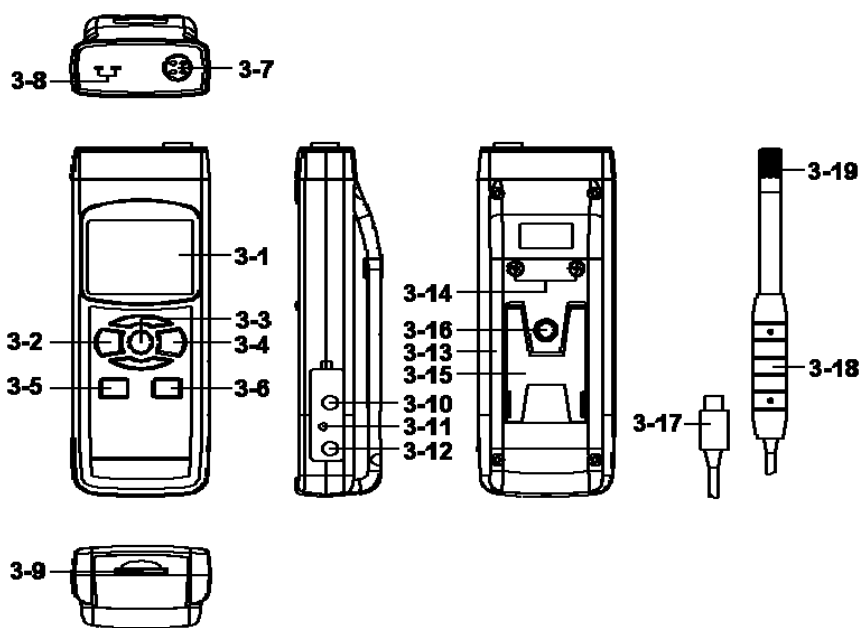

Fig.1
- 1) Encienda el medidor presionando momentáneamente el “Botón Encender” (3-2, Fig. 1).
- * Si presiona continuamente el “Botón Encender” (3-2, Fig. 1) durante 2 segundos el medidor se apagará.
Presionando continuamente el botón “Función” (3-3, Fig.1) (sin soltar el botón), la pantalla mostrará la siguiente secuencia de texto:
Hasta que en la pantalla aparezca el modo deseado (Función) no suelte el botón “Función” (3-3, Fig.1), el medidor ejecutará esta función.
- b. Conecte el "Enchufe de la sonda" (3-17, Fig. 1) en la " Toma del enchufe de la sonda" (3-7, Fig. 1).
Encienda el medidor presionando el "Botón Encender" (3-2, Fig. 1). En la pantalla LCD aparecerá la unidad " %H.r" y "°C o °F" a la misma vez que el valor de la medición (en la pantalla superior aparecerá el valor de la Humedad y en la pantalla superior el valor de la temperatura).
- b. No instale la “Sonda” (3-17, Fig.1) en el enchufe de la sonda (3-7, Fig.1)
- c. Enchufe la sonda de temperatura de termopar (sonda de temperatura opcional Tipo K o J) en el enchufe de “la toma de entrada de la sonda Tipo K/J” (3-8, Fig.1). En la pantalla aparecerá el valor de la medición tomada por la sonda de temperatura.
Durante la medición, presione el "Botón Hold" (3-3, Fig. 1) para mantener el valor de la medición y en la pantalla LCD aparecerá el símbolo " HOLD ".
- 1) La función de grabación de datos guarda las lecturas de los valores máximos y mínimos. Presione el botón "REC" (3-4, Fig.1) una vez para iniciar la función. El símbolo " REC " aparecerá en la pantalla.
- a. Presione el botón "REC" (3-4, Fig.1) el símbolo "REC MAX" junto con el valor máximo aparecerá en la pantalla. Si intenta borrar el valor máximo, presione el " Botón Hold " (3-3, Fig. 1) una vez, y en la pantalla solamente aparecerá el símbolo " REC. " mientras que la función de memoria se ejecutará continuamente.
- b. Presione el "Botón REC " (3-4, Fig. 1) de nuevo, el símbolo " REC. MIN. " junto con el valor mínimo aparecerán en la pantalla. Si intenta borrar el valor mínimo, presione el " Botón Hold " (3-3, Fig. 1) y en la pantalla solamente aparecerá el símbolo " REC. " mientras que la función de memoria se ejecutará continuamente.
Cuando conecte el medidor, la luz del fondo de la pantalla LCD se encenderá automáticamente. Durante la medición presione el "Botón Backlight" (3-2, Fig. 1) una vez para apagar la luz de fondo.
Prepare una tarjeta de memoria " SD " (de 1 GB hasta 16 GB), inserte la tarjeta SD en " la ranura de la tarjeta SD " (3-9, Fig. 1). La parte delantera de la tarjeta SD deberá estar de cara a la cubierta inferior.
Presione el botón " REC " (3-4, Fig. 1) una vez y en la pantalla LCD aparecerá el texto "REC", luego presione el "Botón Logger" (3-6, Fig. 1), y el símbolo " REC " parpadeará mientras que los datos de medición y la información horaria se guardan en el circuito de la memoria.
Durante la ejecución de la función de Datalogger, si se presiona el botón " Logger " (3-6, Fig. 1) una vez, se detendrá la función de Datalogger (dejará de guardar los datos de medición en el circuito de memoria temporalmente). A la misma vez, el texto " REC " dejará de parpadear.
Si presiona el "Botón Logger" una vez más (3-6, Fig. 1) el datalogger se ejecutará de nuevo y el texto " REC " parpadeará en la pantalla.
Mientras la función Datalogger está detenida, presione el botón " REC " (3-4, Fig. 1) continuamente al menos durante dos segundos. La indicación " REC " desaparecerá y se finalizará la función datalogger.
Presione el botón " REC (3-4, Fig. 1) una vez, en la pantalla aparecerá el texto " REC ", después presione el botón " Logger "(3-6, Fig. 1) una vez y el símbolo REC parpadeará y el bípier sonará una vez a la misma vez que los datos de medición con la información horaria se guardan en el circuito de memoria. La pantalla inferior mostrará la Posición (Localización) y también se guardará en la tarjeta SD.
Durante la ejecución del datalogger manual, presione el botón " ▲" (3-5, Fig, 1) y el número inferior (nº de posición) parpadeará. Se puede usar el botón " ▲ " (3-6, Fig. 1) o "▼" (3-5, Fig. 1) para ajustar la posición de la medición (de 1 hasta 99, por ejemplo de la habitación 1 hasta habitación 99) para identificar la localización de la medición, la pantalla inferior mostrará P x (x = de 1 a 99). Tras seleccionar el número de posición presione el botón "Enter" (3-4, Fig. 1) para confirmar.
Presione el botón " REC " (3-4, Fig. 1) continuamente durante al menos 2 segundos, la indicación " REC " desaparecerá y se finalizará la función datalogger.